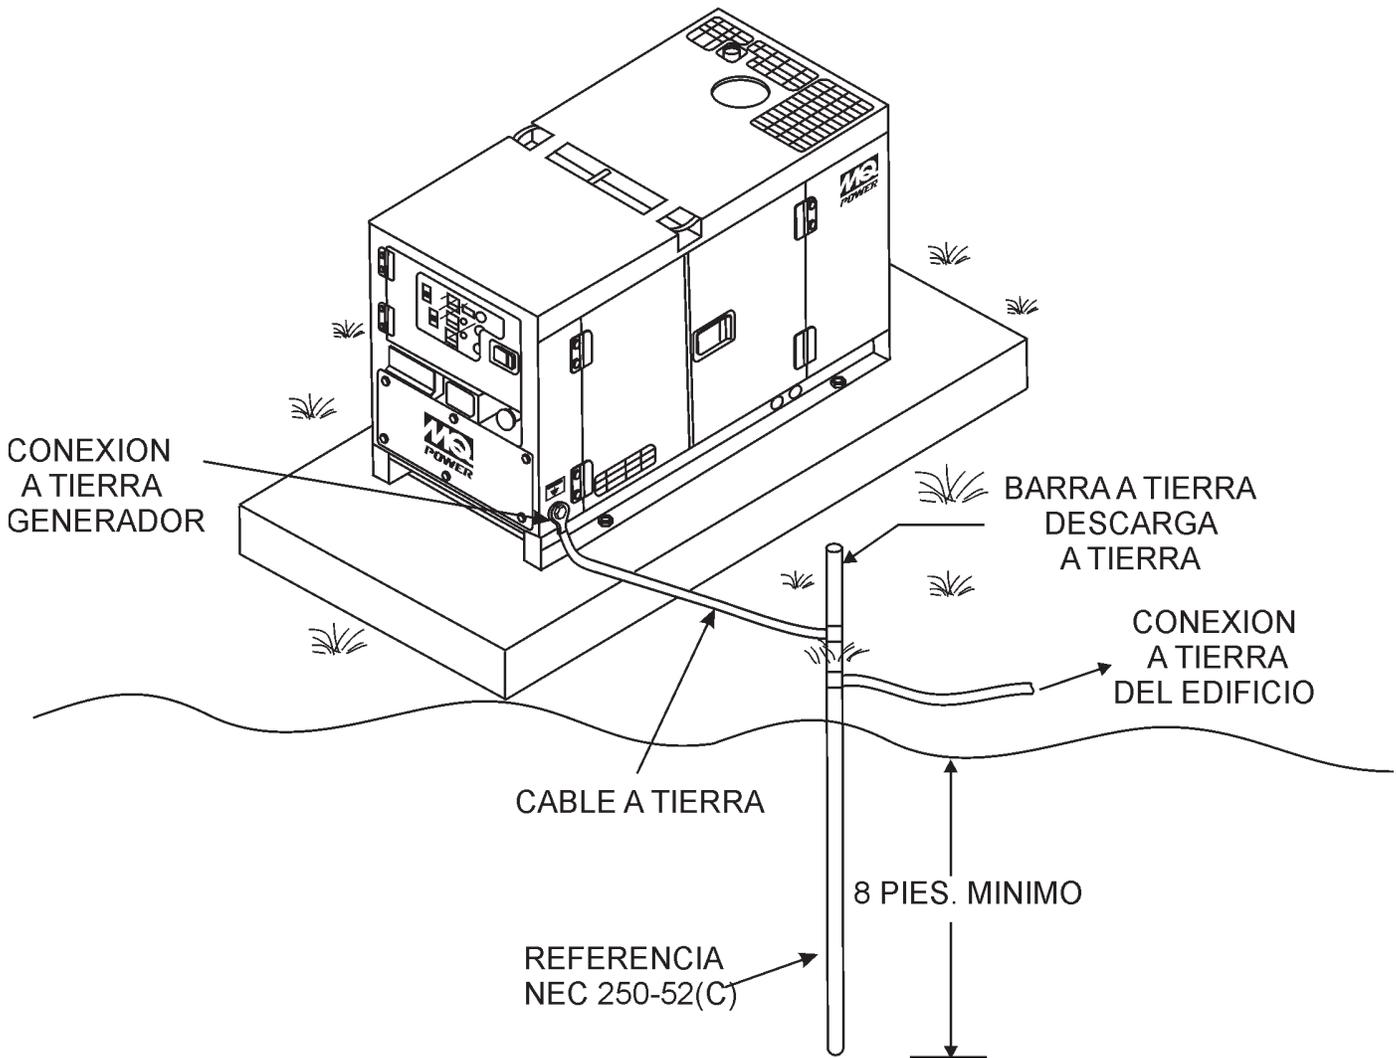

Figura 4. Conexión Típica a Tierra
2. Cuando instale el generador (Figura 4) conectar el cable de tierra entre la arandela de la cerradura y tuerca en el generador y ajustarla completamente. Conectar la otra punta de cable a tierra.
3. Artículo NEC (U.S.A.) 250-52 (C) específica que la barra de conexión a tierra debe ser enterrada a un minimo de 8 pies bajotierra.